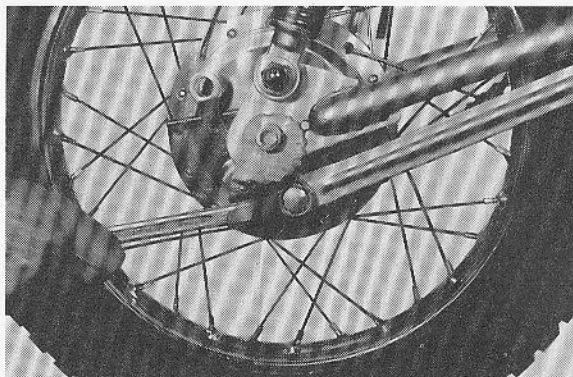

Fig. 5-2-2
1. Remove the tension bar and brake rod from rear shoe plate. (Fig. 5-2-2)
1. Démontez la barre de tension et la tige de frein de plaque de sabot arrière. (Fig. 5-2-2)